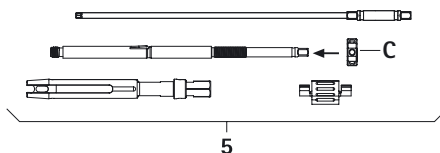

Fig. 11
- Avvitare il dado di serraggio **C** sulla bussola interna, vedere Fig. 11.